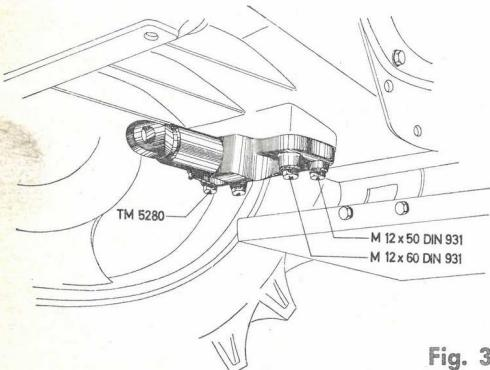

Fig. 3
1. **Le support de fixation arrière TM 5280** se monte sous le carter de transmission, au moyen des quatre boulons 6 pans $M 12 \times 60$ et $M 12 \times 50$ (Fig. 3).